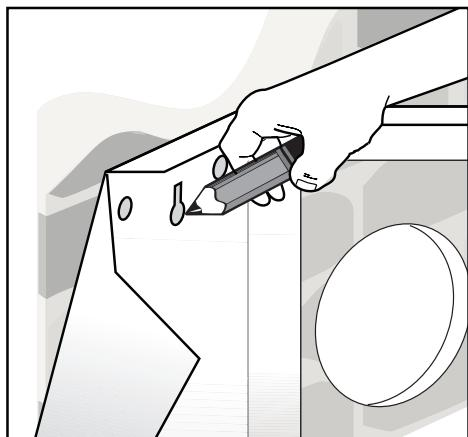
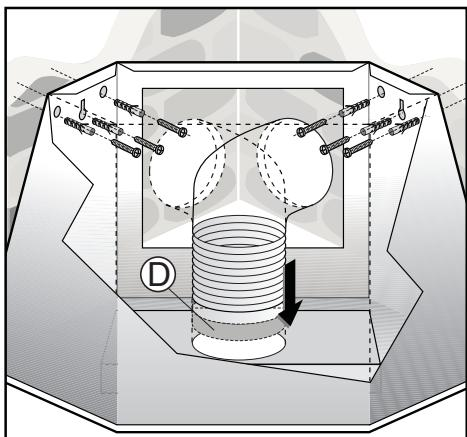
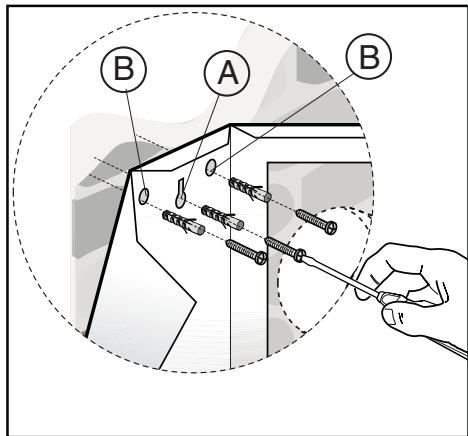

Fig.6
Fig.7
Fig.8
- La distanza minima fra la superficie di supporto dei recipienti di cottura sul dispositivo di cottura e la parte più bassa della cappa da cucina deve essere di almeno 65 cm. Se dovesse essere usato un tubo di connessione composto di due o più parti, la parte superiore deve essere all'esterno di quella inferiore. Non collegare lo scarico della cappa ad un condotto in cui circoli aria calda o utilizzato per evacuare fumi degli apparecchi alimentati da un'energia diversa da quella elettrica. Prima di procedere alle operazioni di montaggio, per una più facile manovrabilità dell'apparecchio disinserire i filtro/i antigass (Fig.6).
Predisporre la cappa ad angolo e regolarne l'altezza desiderata (Fig.7).
Evidenziare con una matita i fori laterali stabiliti per il fissaggio sulle due pareti (Fig.6). Eseguire i fori e fissare la cappa al muro tramite le viti **A** (Fig.8). Fissare definitivamente con le viti di sicurezza **B** (Fig.6). Collegare, mediante un tubo flessibile la flangia **D** al foro evacuazione aria (Fig.7).
- Der Mindestabstand zwischen der Stellfläche für die Kochbehälter auf der Kochvorrichtung und dem unteren Teil der Abzugshaube muss mindestens 65 cm betragen. Falls ein Verbindungsrohr verwendet wird, das aus zwei oder mehr Teilen zusammengesetzt ist, muss der obere Teil über den unteren gestülpt werden. Auf keinen Fall darf das Abluftrohr der Küchenhaube an ein Rohr angeschlossen werden, in dem Warmluft zirkuliert oder das zur Entlüftung von Geräten verwendet wird, die an eine andere Energiequelle als an Strom angeschlossen sind. Vor der Durchführung der Montagevorgänge, den/die Fettfilter entfernen, damit sich das Gerät leichter handhaben lässt (Abb.6).
Legen Sie die Eck-Dunstabzugshaube an der Wand an, und regulieren Sie diese auf die gewünschte Höhe. (Abb.7) Markieren Sie mit einem Bleistift die zur Befestigung an der Wand vorgesehenen seitlichen Bohrlöcher. (Abb. 6) Bohren Sie die Löcher und befestigen Sie die Haube mit den Schrauben **A** an der Wand. (Abb. 8) Abschließend ist die Haube mit den Sicherheitsschrauben **B** definitiv zu befestigen. (Abb. 6)
Verbinden Sie über ein Flex-Rohr den Flansch **D** mit der Luftabzugsöffnung (Abb. 7).